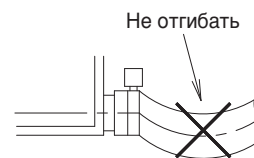

Рис. 27
- Не допускайте отклонения сливного шланга (1) во внутреннем блоке. (См. рис. 27)